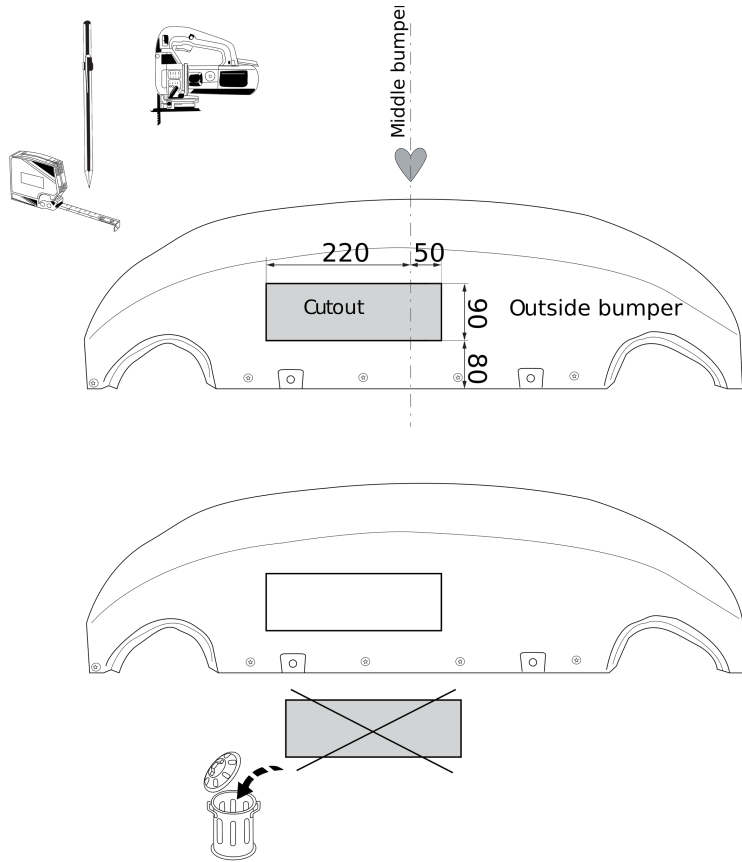

Fig. 2
8. Выпилить обозначенные части, как указано на рис. 2.